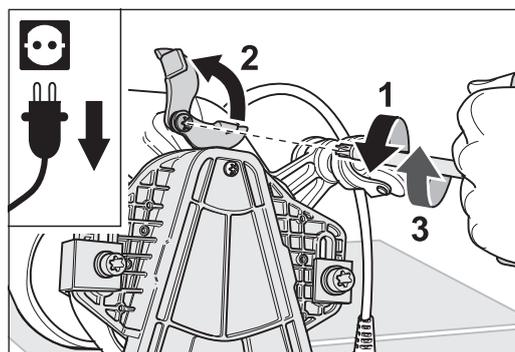

Fig. 30 Desenrosque los tornillos, gire la chapa tensora de la correa y volver a enrosque los tornillos.
- 3 Desenrosque los tornillos de la chapa tensora de la correa con la llave múltiple, gírela hacia atrás y vuelva a apretar el tornillo (Fig. 30).